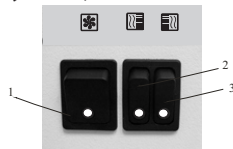

Рис. 2 Блок управления
5.3 Управление завесой осуществляется с помощью клавишных выключателей блока управления (см рис.2).
5.4 Электрические схемы завес представлены на рис.2 и рис.3 Приложения.
7.1 Перед включением завесы клавиши управления должны находиться в положении 0 (см. рис.2)